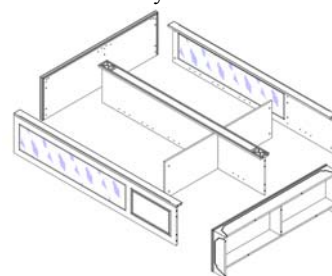

Рис.7 - Схема сборки каркаса
2.1 Сначала соберите среднюю часть каркаса - перегородка (5), щиты горизонтальные (6) при помощи шкантов, винтов-конфирматов и эксцентриковых стяжек, завернув эксцентрики (Рис.4, Рис.5, Рис.7).